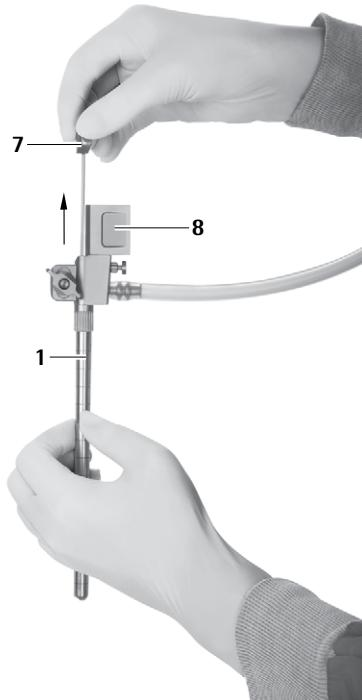

Fig. 9
- Extraer con cuidado el obturador para el canal de trabajo ovalado **7** del trocar MINOP InVent 1, ver Fig. 9.